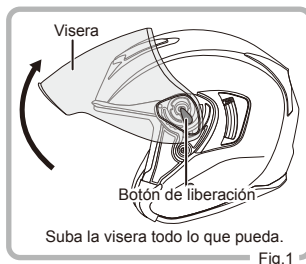

Fig.1
- 1 Mueva la visera hacia arriba (Fig. 1). (Muévela hacia arriba hasta donde llegue).